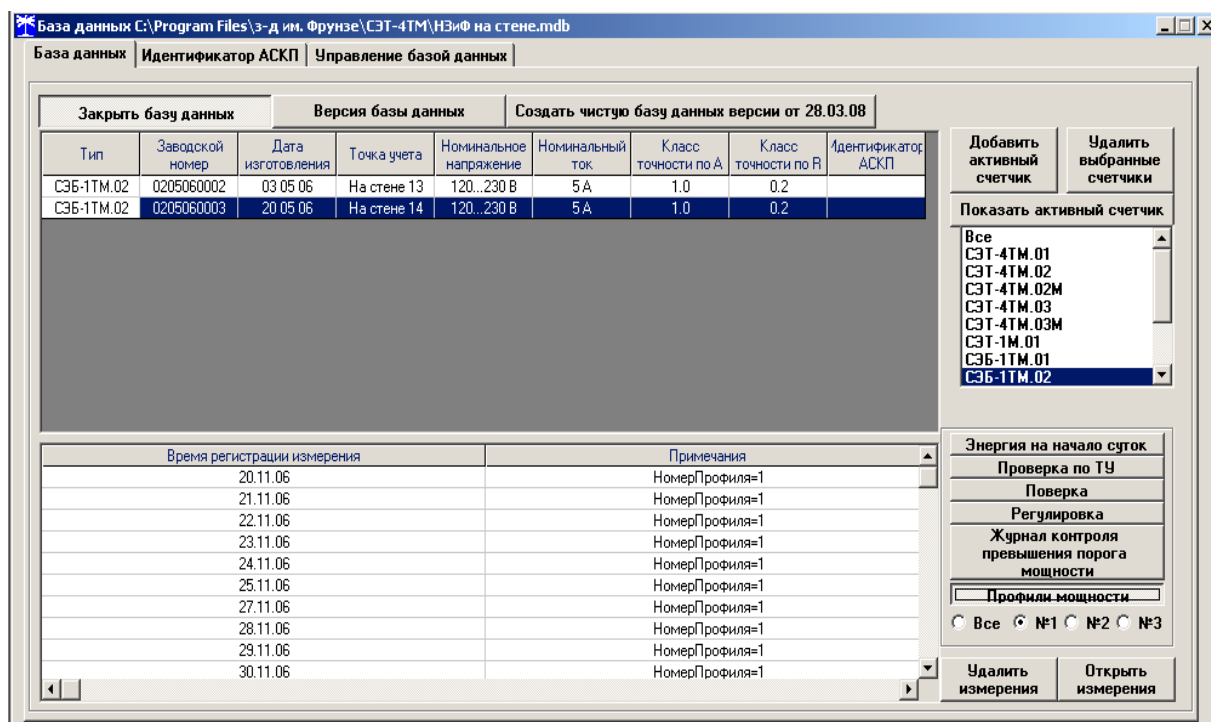

Рисунок 18 – Форма «База данных»
5.4.14.14 Для визуализации сохраненного в базе массива профиля мощности нужно нажать кнопку «Открыть базу данных» и, по запросу конфигулятора, указать путь к требуемой базе. В окне формы появится список счётчиков, параметры которых сохранялись в базе. Выделить интересующий счётчик из перечня, установить флаг «Профиль мощности №1» и нажать кнопку «Профиль мощности». При этом будет производиться чтение всех записей базы, относящихся к выделенному счётчику, а в окне «Время регистрации измерения» будет отображаться список дней сохранения информации в базе (рисунок 18). Выделить интересующий день или группу дней левой кнопкой манипулятора «мышь» и нажать кнопку «Открыть измерения». При этом откроется форма «Профиль мощности», в которой отображается информация, прочитанная из базы, аналогично описанному в п.п. 5.4.14.7 - 5.4.14.9.